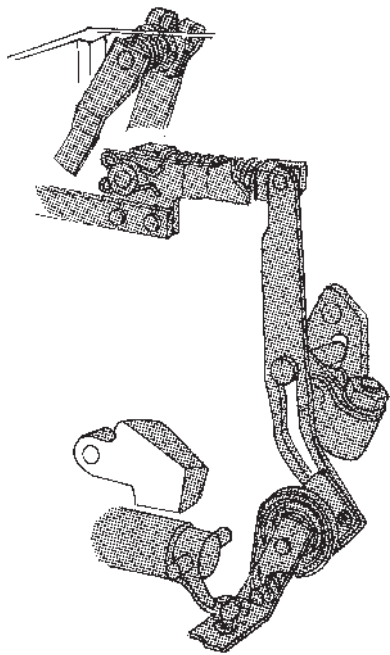

Fig. 79 Commande d'accélération et arrêt mécanique
La bielle de connexion s'engage dans la gorge du levier de régulateur (8) et est reliée à l'axe extérieur du levier de commande (voir la figure 79). Cette bielle de connexion est commandée par la plaque curviligne qui est fixée dans le carter du régulateur.